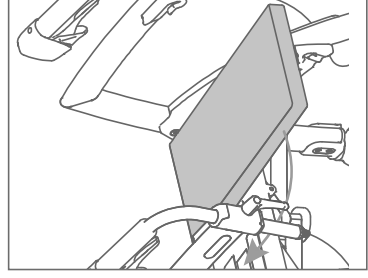

Figura 9: Retire el cojín y colocalo en el asiento
- Retire el cojín y colocalo en el asiento (**Figura 9**).